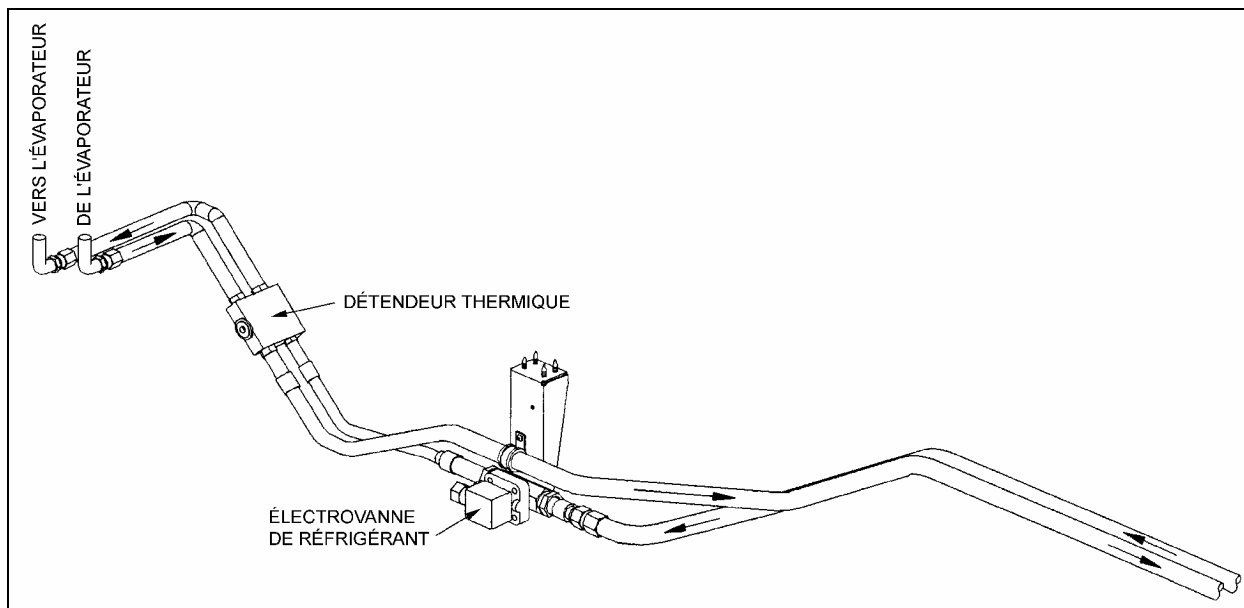

FIGURE 2 : ANCIENNE INSTALLATION DE LA SECTION AVANT
7. Déconnecter les raccords des boyaux et tuyaux rigides situés entre l'évaporateur de la section du conducteur et l'électrovanne de réfrigérant. Retirer le détendeur de pression avec les boyaux situés en amont et en aval du détendeur (voir la figure 2).